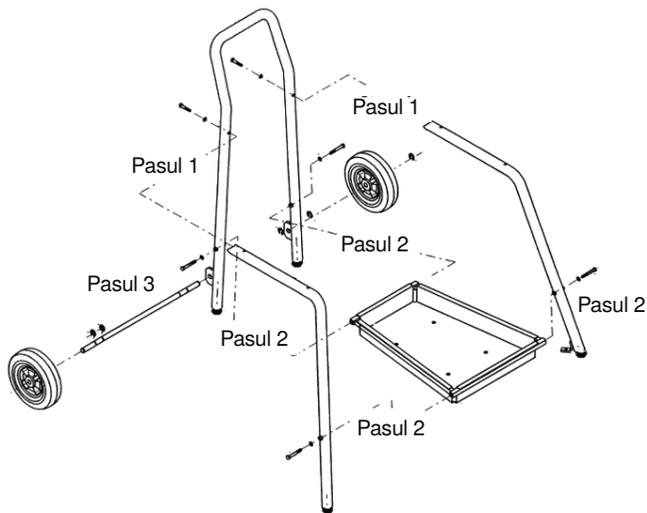

Figura 4 – Asamblarea stativului
2. Atașați ansamblul tăvii pentru unelte la picioarele din spate și din față folosind cele patru (4) șuruburi hexagonale $\frac{3}{8}$ " – 16 x 2 $\frac{3}{4}$ " și șaibe de blocare. Nu strângeți șuruburile.
3. Introduceți axul în urechile care ies din ansamblul stativ/mâner spate și fixați-l cu ajutorul celor patru (4) inele de fixare, vedeți figura 4.